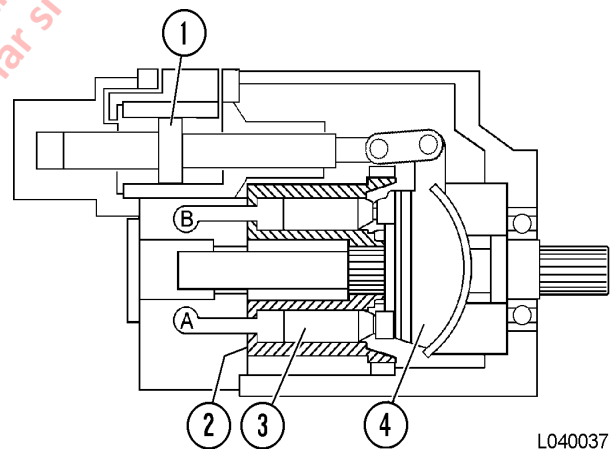

FIGURA 4-14. BOMBA EN POSICIÓN NEUTRAL
La posición neutral (Figura 4-14) es cuando el pistón de control (1) centra el bloque oscilante (4). Cuando esto sucede, el ángulo del bloque oscilante es cero y la superficie del bloque oscilante es paralela a la superficie del cilindro. Por lo tanto, el movimiento de los pistones de la bomba (3) no va hacia dentro o hacia fuera, ya que las guías del pistón giran alrededor de la superficie del bloque oscilante.